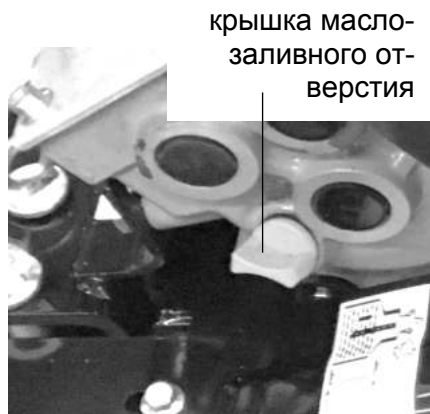

Рис. 21
4. В маслозаливное отверстие (см. рис. 21) вставьте подходящую воронку и залейте 1,2 л. рекомендованного трансмиссионного масла.